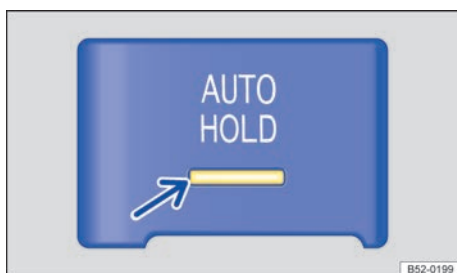

Fig. 166 En la parte inferior de la consola central: tecla de la función Auto Hold.
Cuando la función Auto Hold está activada, el testigo de control de la tecla **AUTO HOLD** → fig. 166 (flecha) permanece encendido en **amarillo**. El hecho de que la función Auto Hold esté activada no quiere decir que retenga el vehículo e impida que se desplace.
- Pulse la tecla **AUTO HOLD** → **▲**. El testigo de control de la tecla **AUTO HOLD** → fig. 166 (flecha) se enciende en **amarillo**.
- Pulse la tecla **AUTO HOLD** → **▲**. El testigo de control de la tecla **AUTO HOLD** → fig. 166 (flecha) se apaga.